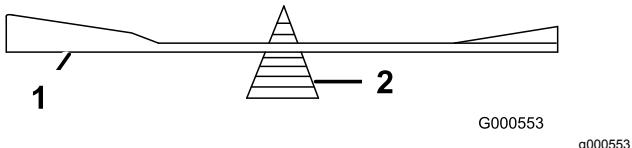

Figure 97
2. Vérifiez l'équilibre de la lame en la plaçant sur un équilibrage (Figure 97).